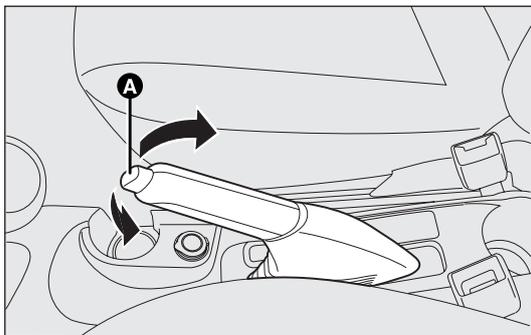

fig. 126
- sollevare leggermente la leva e premere il pulsante di sblocco A-fig. 126;